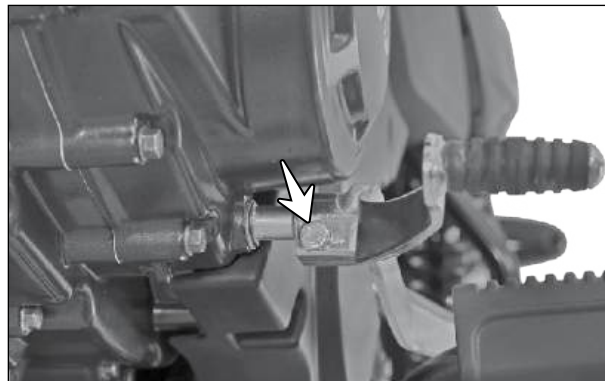

Fig. 2.56
- Remova o parafuso de fixação (M6x20) (seta) da alavanca do seletor de marchas e retire a alavanca do seletor de marchas. (Fig. 2.56)